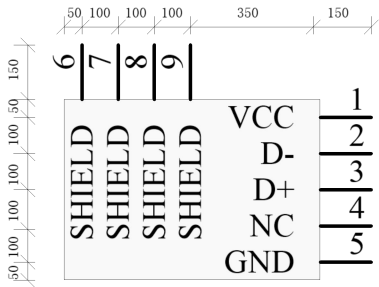

图 1
- 1、在原理图库文件 20240510.SchLib 中，根据图 1 给出的元件示意图绘制原理图库元件，并命名为 MICRO-USB，并在抄画原理图中调用,（注：单位为 mil）